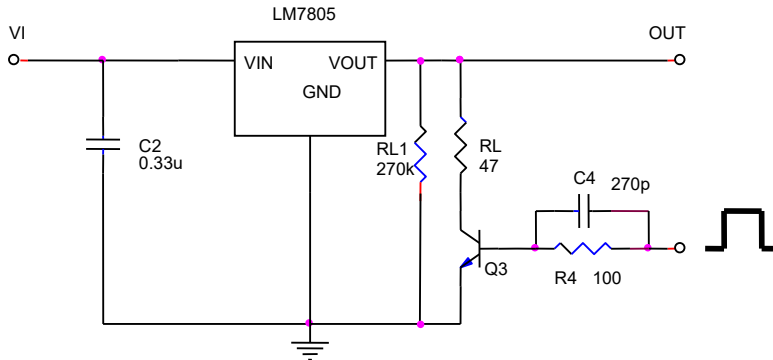

Fig. 3. Determinarea stabilizării în raport cu sarcina
- Pentru circuitul din Fig. 3. calculați valoarea rezistenței de sarcină  $R_L$  corespunzătoare fiecărei valori (fiecărui nivel) al tensiunii *TTL*.
• Realizați circuitul din Fig. 3. prin aplicarea la intrare a unei tensiuni  $V_I=8V$  și prin aplicarea la intrarea de comandă a tranzistorului  $Q_3$  a unei tensiuni TTL cu amplitudinea de  $5V$  și frecvența  $500Hz$ , deconectarea  $J3$  cu  $J4$ , și a  $J14$  cu  $J15$  și conectarea  $J1$  cu  $J2$ , și a  $J13$  cu  $J14$ .